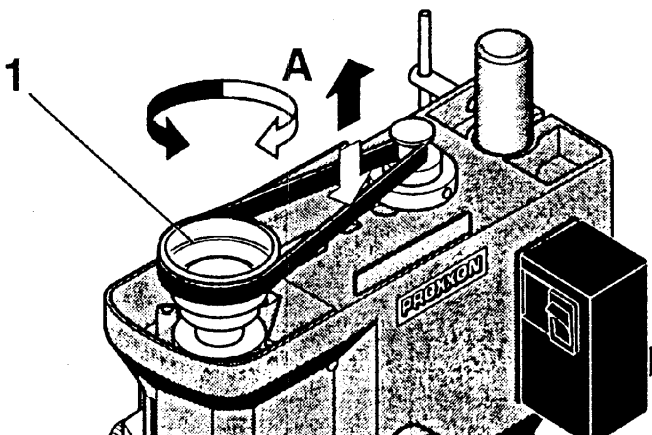

Fig. 7
2. Riemenscheibe 1 (Fig. 7) in Richtung "A" drehen und Riemen leicht nach unten (oder oben) drücken, bis dieser lose ist.
3. Gelösten Riemen zuerst auf die gewünschte Stufe der Riemenscheibe (1) auflegen, dann durch Drehung der Spindel Riemen auf die gleiche Stufe der Motorspindel bringen.
2. Turn the belt pulley 1 (Fig. 7) in direction "A" and press the belt slightly down (or up) until it comes loose.
3. Place the loose belt first on the required pulley (1) then turn the spindle and force the belt on the corresponding disc on the motor spindle.
2. Tourner la poulie 1 (Fig. 7) dans le sens "A" et pousser la courroie légèrement vers le bas (ou vers le haut) jusqu'à ce qu'elle soit détendue.
3. Placer tout d'abord la courroie au régime désiré sur la poulie (1) puis en tournant la poulie, placer la courroie sur le même régime de la poulie d'entraînement.
2. Girare la puleggia 1 (fig. 7) in senso "A" e spingere la cinghia leggermente verso il basso (o verso l'alto) finché essa non sia allentata.
3. Mettere la cinghia allentata prima sul gradino desiderato della puleggia (1) e portarla quindi sullo stesso gradino dell'albero del motore girando il mandrino.